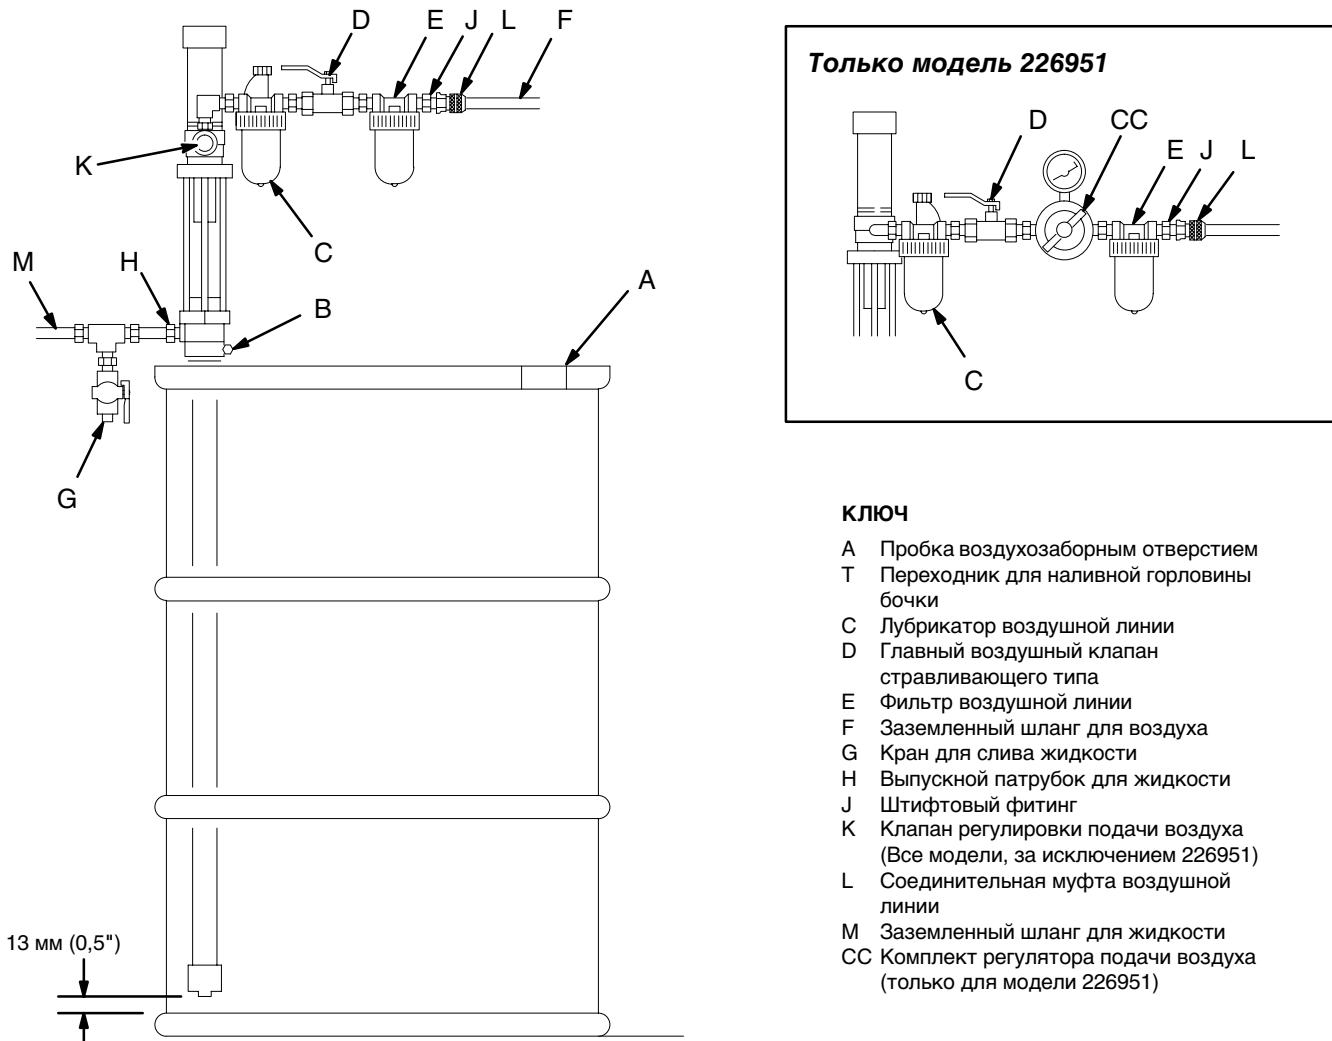

Рис. 3
- Типичные установки, показанные на Рис. 3, являются только рекомендацией по выбору и установке компонентов системы. Обращайтесь к своему дистрибутору от фирмы Graco за поддержкой в разработке отвечающей Вашим требованиям системы.
Смотрите Рис. 3 и раздел Принадлежности.
Не прилагая чрезмерного усилия, выдвиньте всасывающую трубку насоса, вставьте насос в наливную горловину бочки или резервуара и плотно вкрутите переходник для наливной горловины (B) в наливную горловину. Приподнимите насос примерно на высоту 13 мм (0,5 дюйма) и затяните винт наливной горловины (B) для закрепления насоса. Ослабьте затяжку пробки с воздухозаборным отверстием (A). См. Рис. 3.
Касательно способов монтажа насоса смотрите на Рис. 3 и монтажные приспособления, показанные на стр. 35.